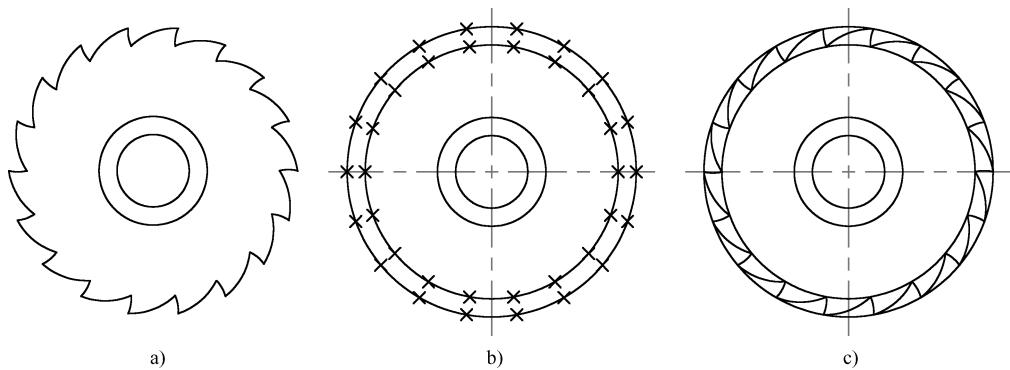

图 2-44 绘制铣刀平面图示例
- ② 输入“相切、相切、半径”命令，依次选取 R1、L1 对象，指定 R 半径后，完成图 2-44 的绘制。